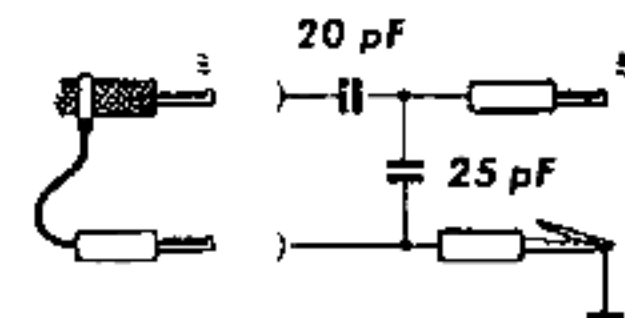

Abb. 1
- c) Künstliche Antenne für Abgleich- und Empfindlichkeitsmessungen verwenden gemäß Abb. 1.
Hinweis: Bei dem Meßsender der Fa. Neuwirth Type EP 104 A entfällt die künstliche Antenne nach Abb. 1, da dieser Meßsender schon für Autosuper angepaßt ist.